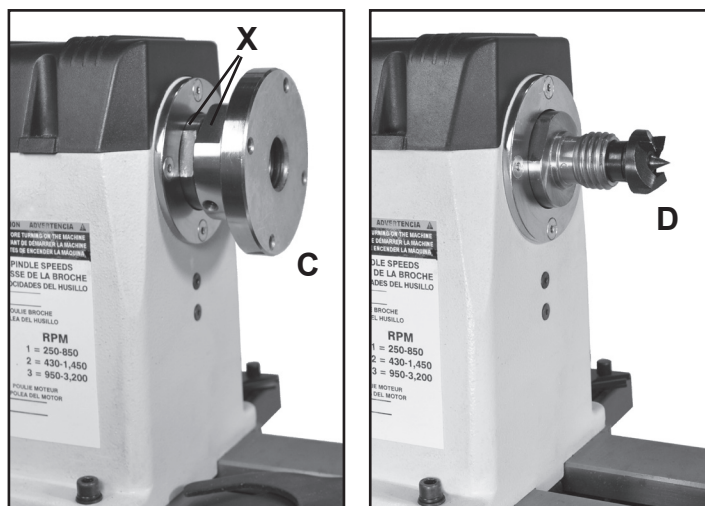

FIG. 2
3. **PLATEAU DE TOURNAGE DE POUPÉE FIXE** Plateaux (#3B, FIG. 2, C) utilisés pour faire tourner des bols et des assiettes. Les trous de vissage du plateau servent au montage d'une pièce de travail pour faire le tournage.
- Pour enlever le plateau, dévissez les vis de réglage. Utiliser la clé de 38 mm fournie sur la partie plate de la broche (FIG. 2, X) et la clé de 46 mm sur les parties plates de l'axe arrière du plateau, ensuite dégager le plateau de la broche. Faire tourner le plateau vers la gauche afin de l'enlever complètement de la broche.
4. **POINTE À ÉPERONS DE POUPÉE FIXE** La pointe à éperons (#1B, FIG. 2, D) est utilisée pour faire tourner l'entre-pointe. Elle s'insère dans la broche. La broche et la pointe à éperons ont toutes les deux des queues de type MT-2. La pointe à éperons peut être enlevée de la broche au moyen de l'extracteur long d'outil (K) en l'insérant au travers de l'extrémité gauche de la broche située à l'extérieur du banc. **REMARQUE** Soyez prudent, en retenant bien la pointe à éperons durant cette étape car elle peut être projetée sur le plancher. Un extracteur court d'outil (L) est fourni pour enlever le centre de la pointe à éperons, au cas où elle aurait besoin d'être remplacée.